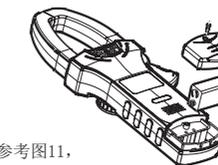

图 11
十. 保养和维护 (见图11)
- 本产品的电源为一只6F22 9V电池, 请参考图11, 使用下列顺序安装或更换电池。